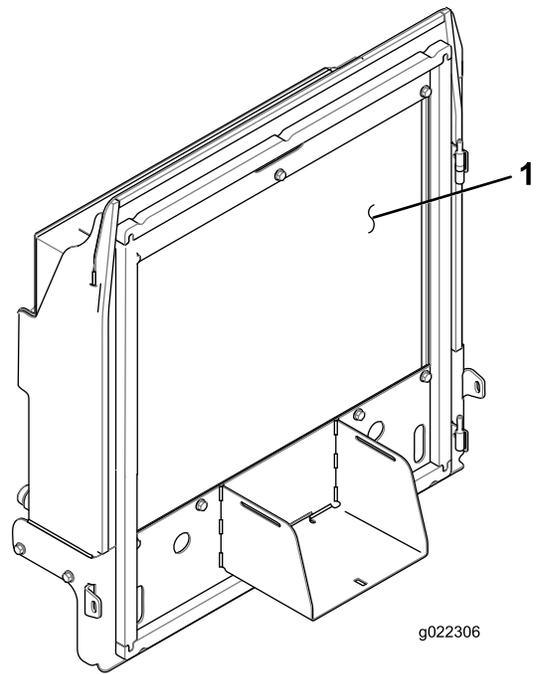

図 63
4. ラジエターとオイルクーラの裏表図 63 を圧縮空気で丁寧に清掃する。